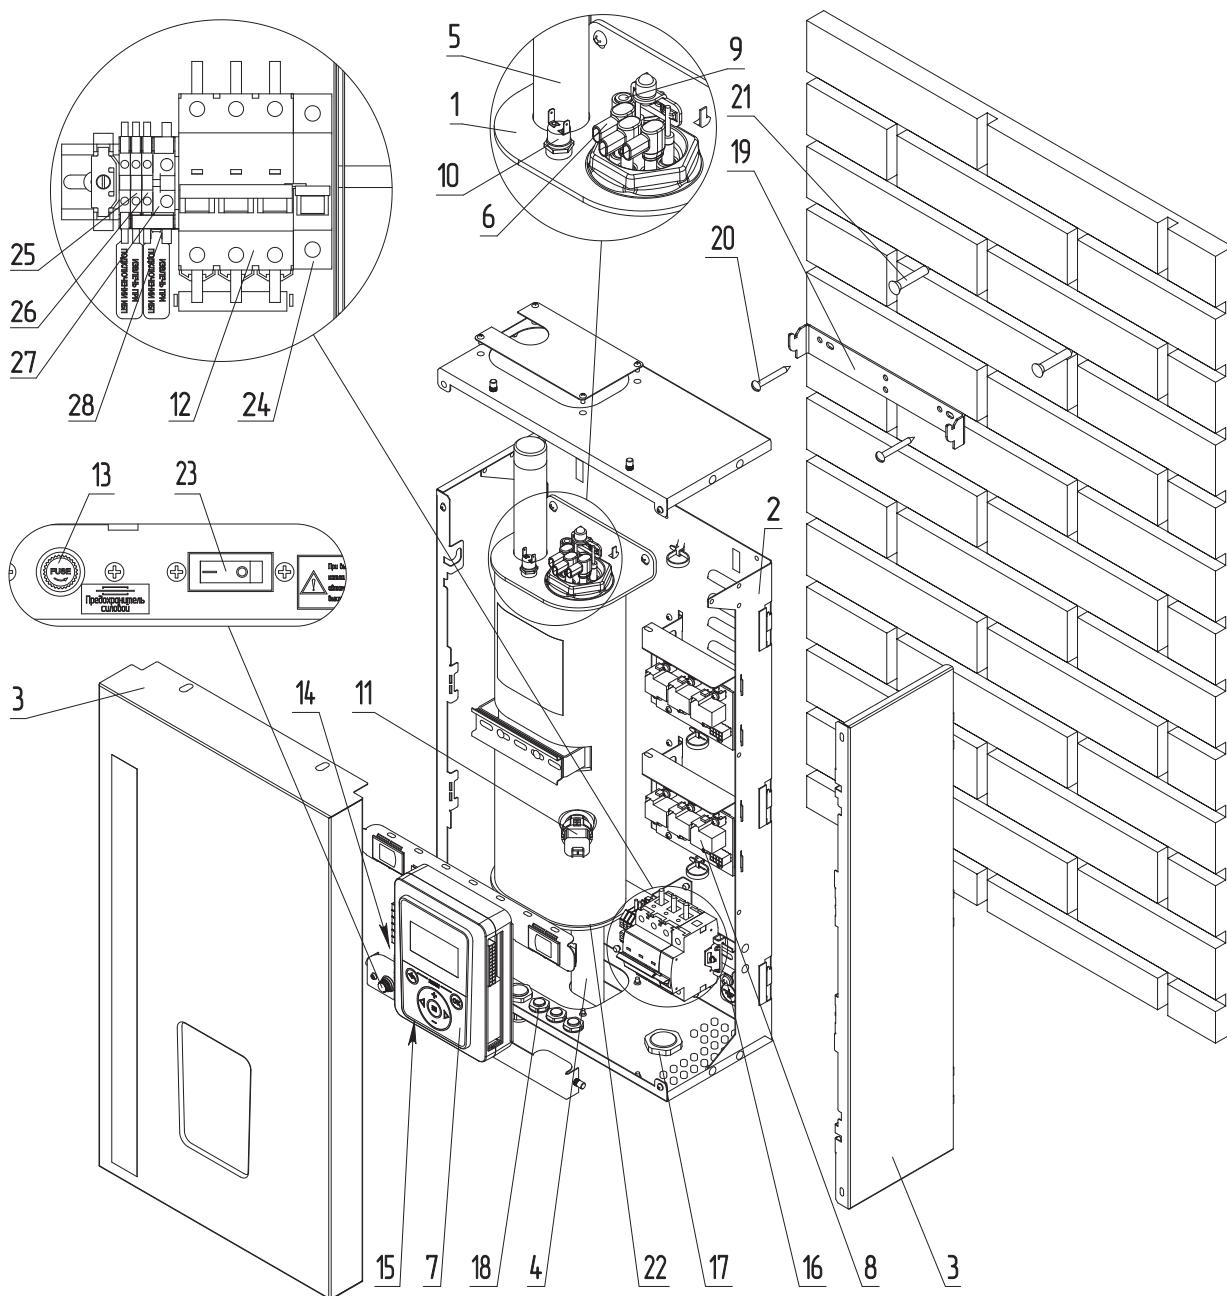

Рис.1 Устройство электрокотла VDL Prime
Закрепите настенный кронштейн на вертикальной поверхности в необходимом месте с помощью шурупов, входящих в комплект, и установите на него котел, как показано на **Рис.1**.
- присоединить рабочий нулевой провод на клемму нейтраль (N) котла;
- защитный нулевой провод (PE) подключить на болт «ЗАЗЕМЛЕНИЕ» (**Рис.1, поз.16**);
- включить вводной автомат (**Рис.1, поз.12**) вместе с дистанционным расцепителем в верхнее положение;
- перевести выключатель (**Рис.1, поз.23**) в положение ВКЛ;